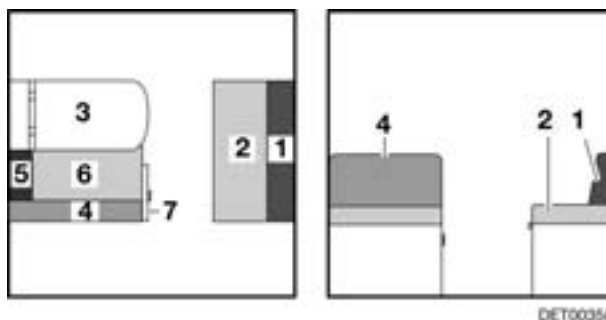

Bild 104 Vor dem Umbau
- Tisch (Bild 104,3) vergrößern und zum Bettunterbau umbauen (siehe Abschnitt 7.7).
- Griff ziehen und Klappe (Bild 104,7) öffnen.